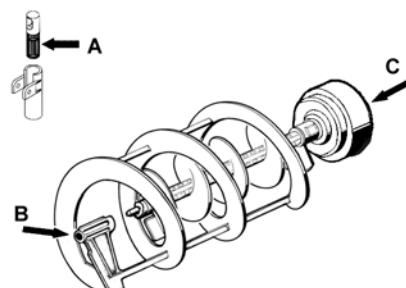

Bild 11
- 2 Den Hahnkolben, die innere und äußere Schnecke (an den in Bild 11 gezeigten Stellen A, B und C) schmieren. Dazu ausschließlich das vom Hersteller gelieferte Fett oder anderes Fett für Speizezwecke verwenden.